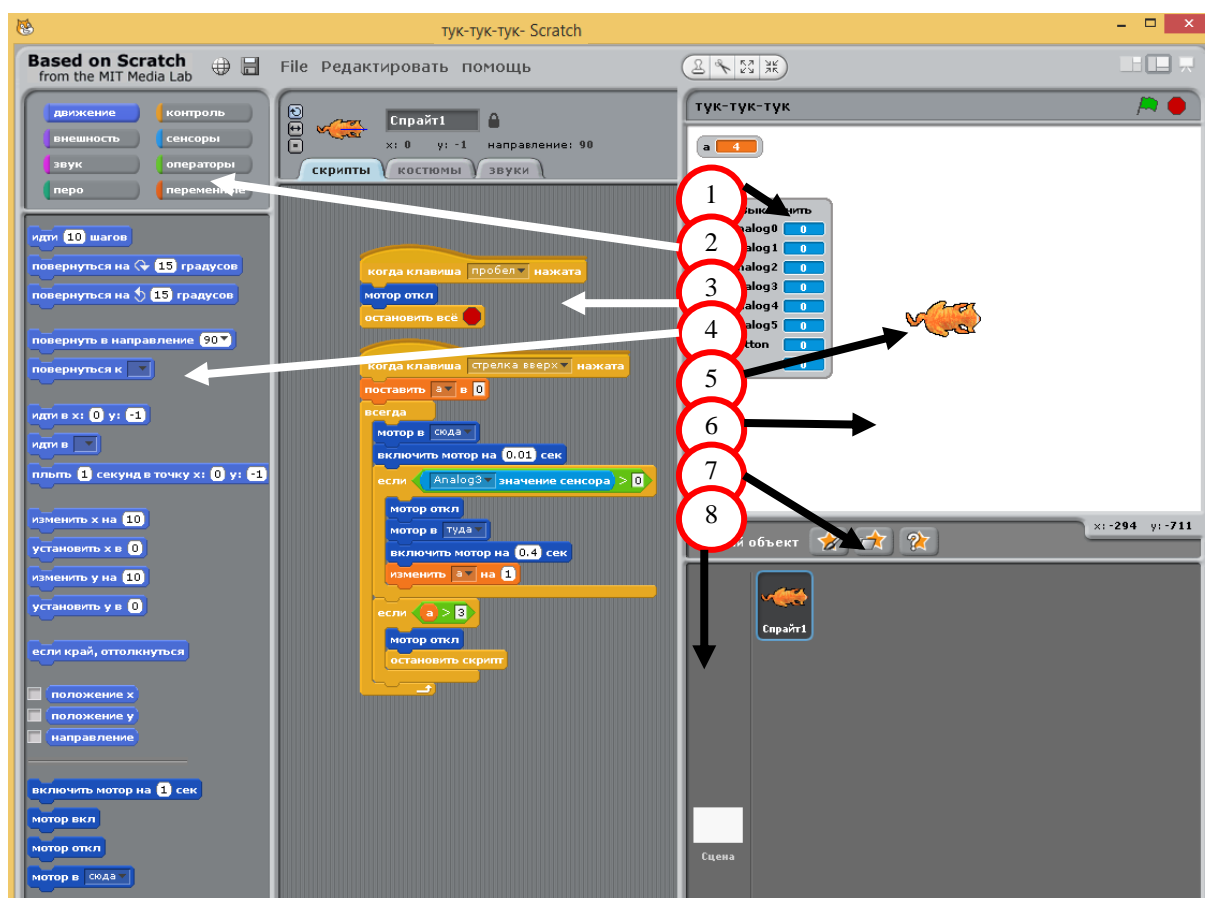

Рис. 35. Окно ScratchDuino:
(рис. 35).
*Scratch* — компьютерная модель реального мира. Окно программы с элементами интерфейса показано на рис. 35.